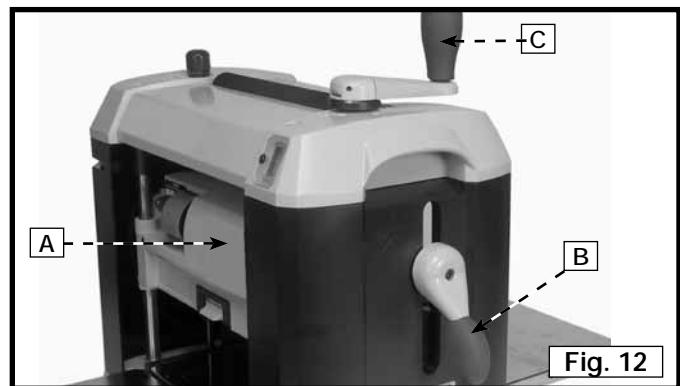

Fig. 12
El conjunto del cabezal (A), Fig. 12, contiene el cabezal portacuchillas, los rodillos de avance, el deflector de virutas y el motor. Al subir y bajar el conjunto del cabezal (A), se controla la profundidad de corte de la cepilladora. Para subir o bajar el conjunto del cabezal, gire el mango de fijación del cabezal portacuchillas (B) en sentido contrario al de las agujas del reloj para desbloquear el cabezal portacuchillas y gire el mango de subida y bajada del cabezal portacuchillas (C) en el sentido de las agujas del reloj para subir el cabezal portacuchillas (A) o en sentido contrario al de las agujas del reloj para bajarlo. Una revolución del mango (C) moverá el cabezal portacuchillas hacia arriba o hacia abajo 1,6 mm (1/16 de pulg.).